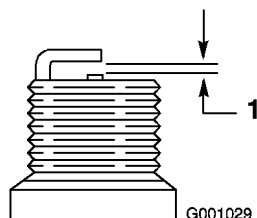

Figura 45
4. Regolate la luce tra gli elettrodi della candela su 0,76 mm (Figura 45).